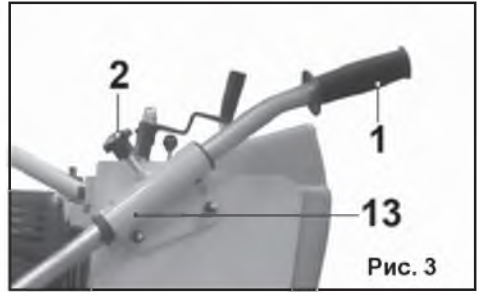

Рис. 3
6.1. Установка рукояток (Рис.3).